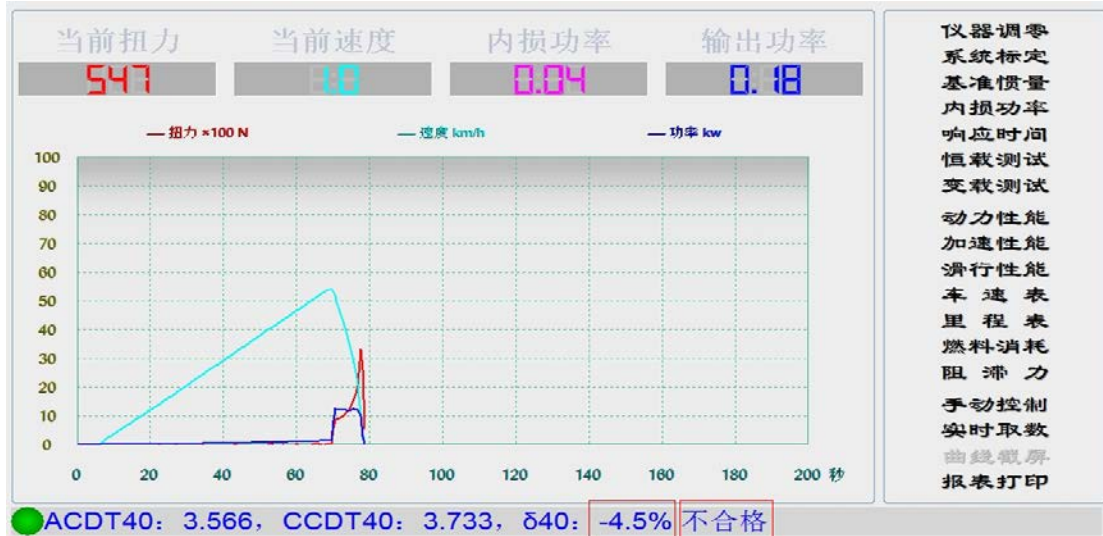

图 4.40 12kw 恒载测试
(4)、如图 4.40 所示：示值误差-4.5 超出±4%的示值误差要求，不合格。则需要重新做“内损测试”，将内损测试数据保存到单片机中后再进行恒功加载测试。或开变频器让滚筒转动，将底盘测功机充分预热之后再进行恒功加载测试。